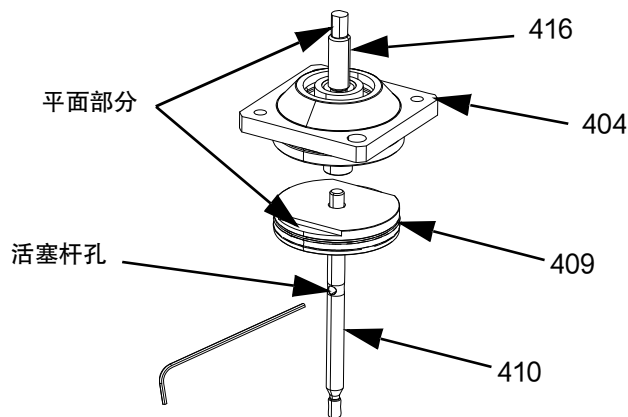

图 18
4. 用干净的布除去空气部分 (B) 内的所有材料。检查是否有划痕等损坏。
5. 用于带回吸胶嘴的阀门 (图 18):
- a. 从杆适配器 (416) 和空气端盖 (404) 上卸下活塞杆组件 (409 和 410)。用内六角扳手固定活塞杆 (410)、使其穿过活塞杆孔、然后旋松活塞杆适配器 (416)。
- b. 将扳手放在活塞 (409) 的平面上、并将内六角扳手穿过活塞杆 (410) 的孔。
- c. 从活塞杆 (410) 上拧下活塞 (409)。